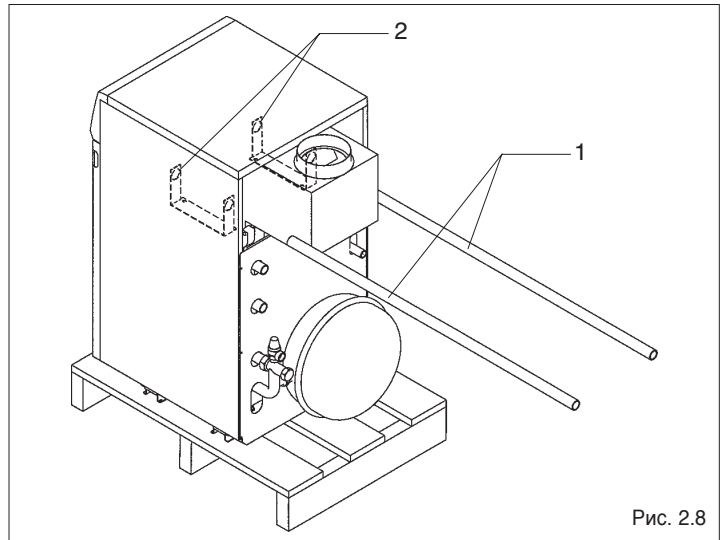

Рис. 2.8
- снимите котел с поддона, продв две трубы 3/4" (1) в такелажные проушины (2) (Рис. 2.8).